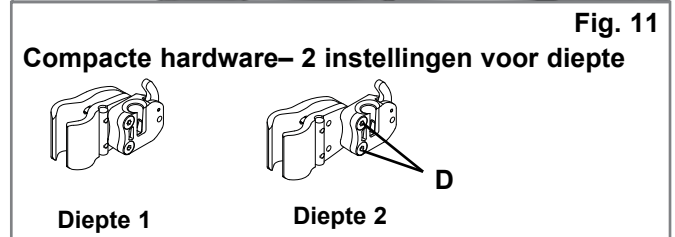
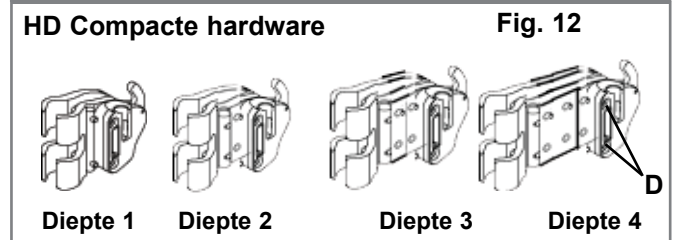

Fig. 11
Fig. 12
### 2. Aanpassingen diepte/hoek (Figs. 11, 12 & 13)
Let op dat er twee soorten materiaal kan worden besteld: de standaardmaat (Fig. 11) en het langere, verstelbare materiaal (Fig. 12). Het materiaal wordt op dezelfde wijze aangepast, maar de standaard rugsteun kan 4.4 cm in diepte worden veresteld, (Fig. 11), terwijl de uitgebreide rugsteun 7.5 cm in diepte aangepast kan worden (Fig. 12).
- Indien er meer diepte nodig is, verwijder dan de rugsteun uit de beugels. Verwijder de schroeven (Figs. 11-D, 12-D) van de beugel met behulp van bijgeleverde 4mm inbussleutel en stel de rugsteun op de gewenste diepte in. Opmerking: Het wordt sterk aanbevolen om een geschikt, gemiddeld sterk schroefdraadborgingsmiddel (bijv. Loctite 243) aan te brengen op de houder en de schroefkoppen, voordat de rugsteun wordt teruggeplaatst. Draai de schroeven tot 25-35 in-lbs. (2,8 - 4 Nm).